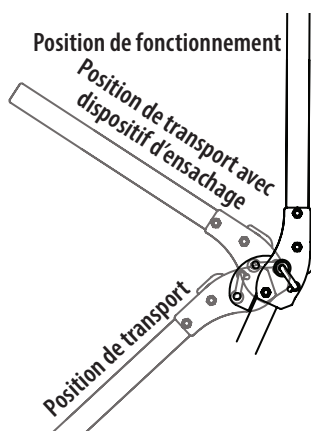

Figure 23
Reportez-vous à l'Figure 23 et les descriptions et utilisations suivantes pour les trois (3) positions de la SPCR.
2. Déplacez la SPCR dans la position souhaitée. Les trois positions sont la position TRANSPORT, la position TRANSPORT AVEC DISPOSITIF D'ENSACHAGE et la position FONCTIONNEMENT (Figure 23).
Z. JAUGE(S) À ESSENCE